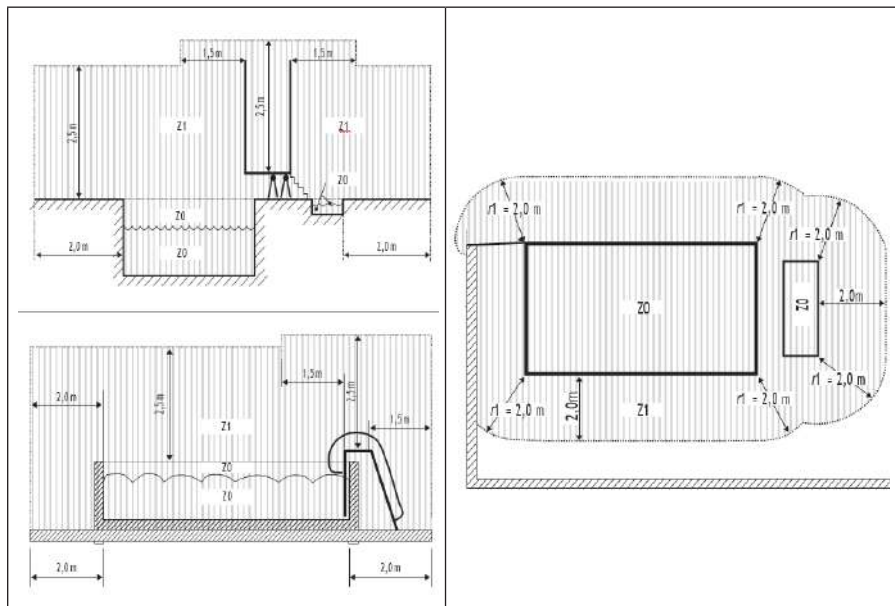

FIGURE 1 - ZONES D'INSTALLATION
- La pompe ne peut pas être installée dans la zone 0 ou dans la zone 1. Reportez-vous aux schémas de la Figure 1 - Zones d'installation.
Avant de commencer, vérifier que toutes les pièces de la Figure 1 sont en votre possession.